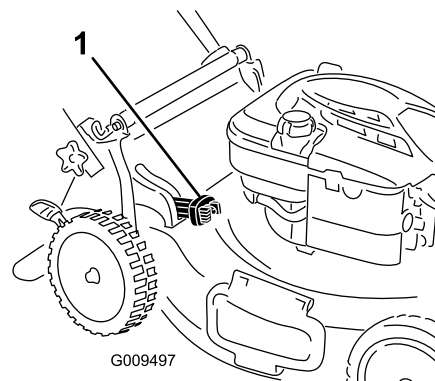

Figure 25
- Pour ramasser les déchets d'herbe et de feuilles, appuyez sur le bouton du levier de ramassage sur demande et déplacez le levier complètement en avant jusqu'à ce que le bouton ressorte (Figure 25).